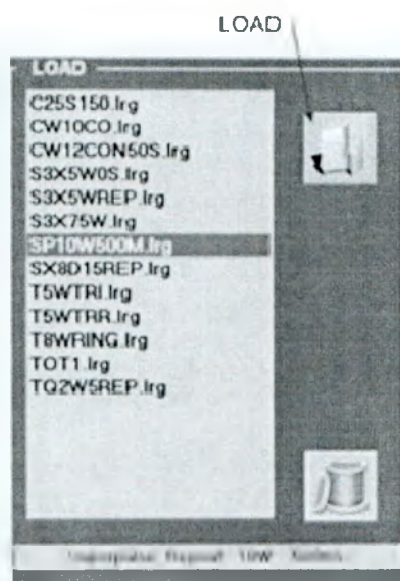

Рис. 54. Вызов файла.
- Выберите файл настроек, который вы хотите вызвать, просто нажав на него. Выбранный файл будет выделен синим фоном. Кроме того, параметры, которые можно задать, будут кратко обозначены в строке примечаний внизу экрана (рис. 54).
- Нажмите кнопку загрузки (рис. 54). По окончании процедуры аппарат установит параметры из выбранного файла.
- Выберите файл настроек, который Вы хотите удалить, просто нажав на него. Выбранный файл будет выделен синим фоном (рис. 54).